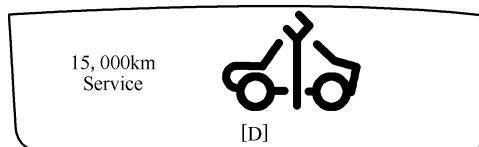

图 1-6 保养提示显示
(1) 保养提示显示 接通或关闭点火开关时，会显示保养提示，保养提示的显示时间约 10s，复位行车电脑后，保养提示便不再显示，如图 1-6 所示。